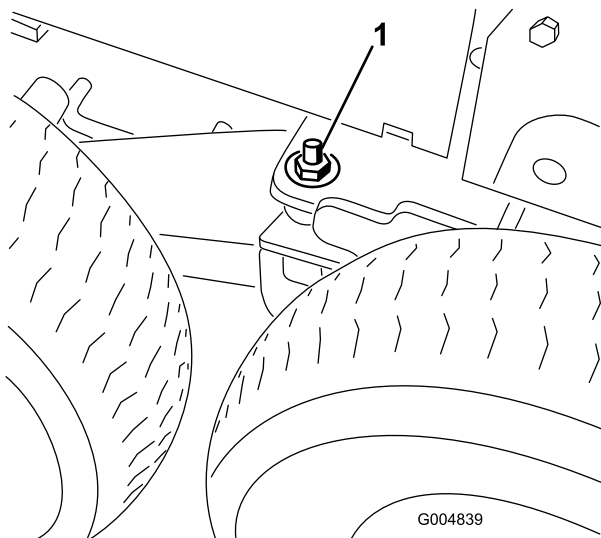

Figura 122
34. Retire la arandela plana (1/2 pulgada) y la tuerca (1/2 pulgada) instaladas en el espárrago del pivote del bogie (Figura 122).